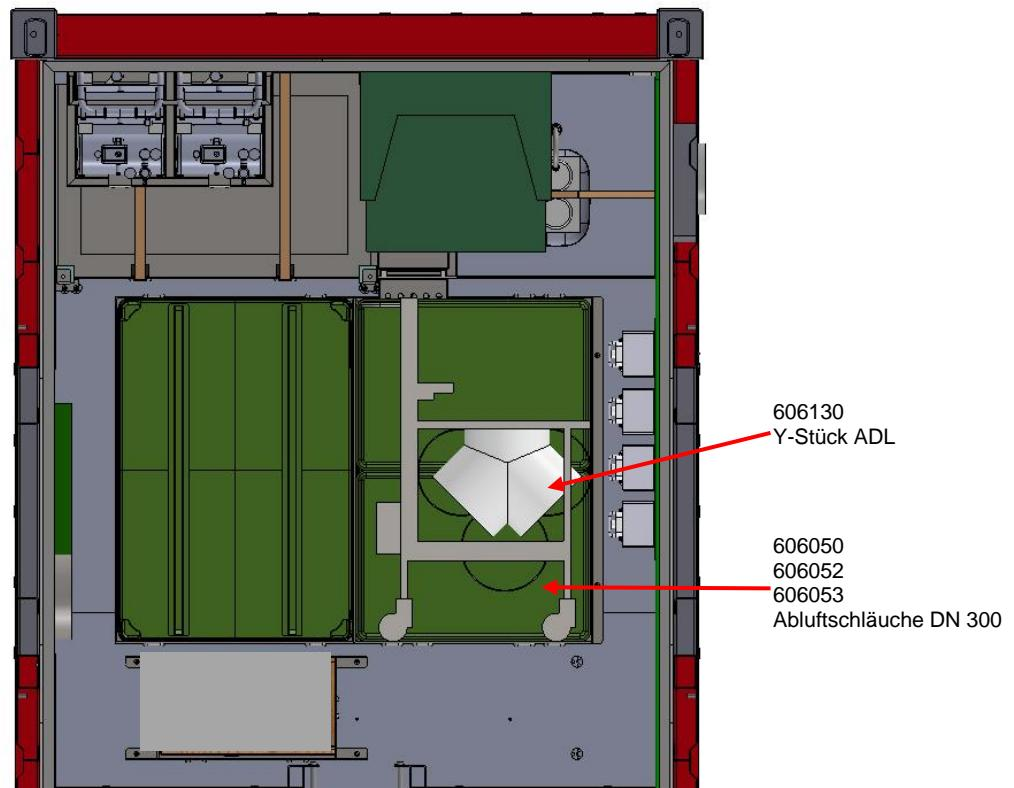

Abb. 21: Abluftschläuche DN 300 und Y-Stück ADL eingepackt.
- ◆ Packen Sie die 3 Abluftschläuche und darauf das Y-Stück ADL in den Transferwagen MF/3 (siehe Abb. 21):.